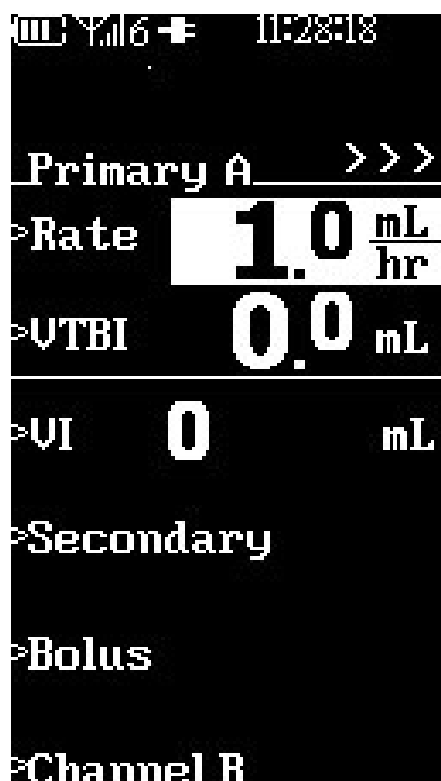

Figura 4-1. Schermata principale di impostazione pompa
Se la schermata di Impostazione pompa principale non appare come mostrato nella Figura 4-1, ciò potrebbe indicare il funzionamento non corretto del display. Sebbene possa sembrare che la pompa funzioni correttamente, restituirla a personale di assistenza qualificato per l'esame e/o la riparazione.
4.2 Configurazione principale. Premere il tasto di comando  consente di accendere la pompa. All'accensione, la pompa esegue come prima cosa un Test automatico di accensione, quindi visualizza il messaggio "Accensione in atto" e visualizza la schermata Impostazione pompa principale (Vedere Figura 4-1) laddove viene impostata la Velocità di infusione e il Volume da infondere (VTBI).